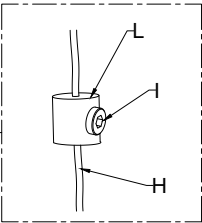

Fig. 2
- Per regolare l'altezza della lampada svitare il grano (I) del cilindro bloccacavo (L); regolare la lunghezza del cavo, quindi richiudere il grano (I) e tagliare il cavo in eccesso (Fig. 2).
- To regulate the position of the lamp completely unscrew the detail (I) and take out the cylinder cable lock (L); regulate the cables, then close again the pin (I) and cut the cable in excess (Fig. 2).